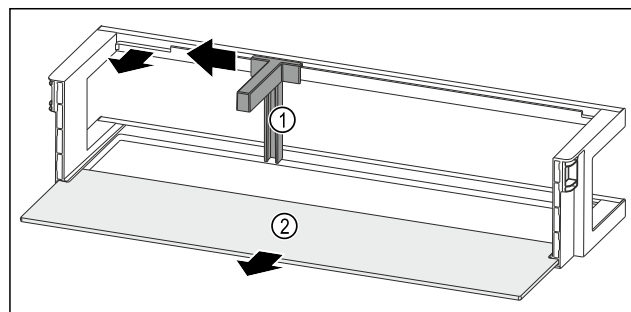

Fig. 54 Türabsteller mit Flaschenhalter und Abstellfläche
- Flaschenhalter Fig. 54 (1) bis zur Aussparung zur Seite schieben.
- Flaschenhalter Fig. 54 (1) entnehmen.
- Abstellfläche Fig. 54 (2) entnehmen.